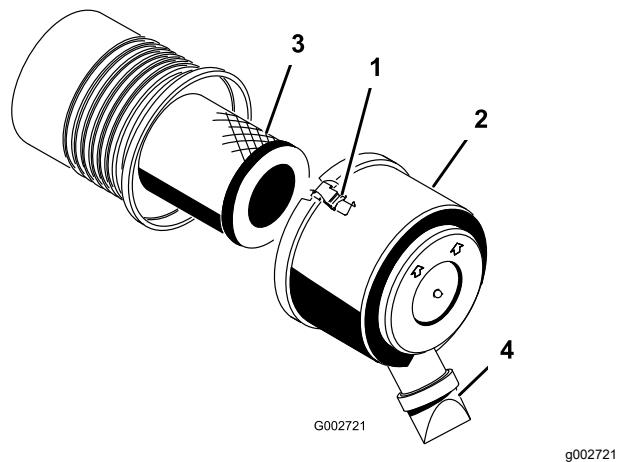

Bild 28
1. Lösen Sie die Riegel, mit denen die Abdeckung des Luftfiltergehäuse befestigt ist (Bild 28).